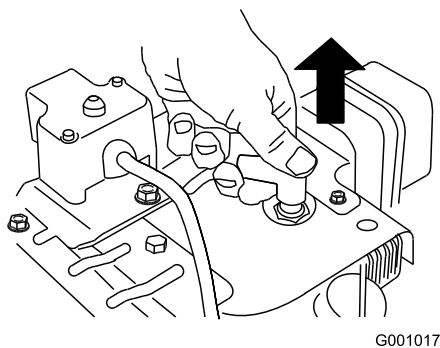

Figure 41
3. Débranchez la bougie (Figure 41).